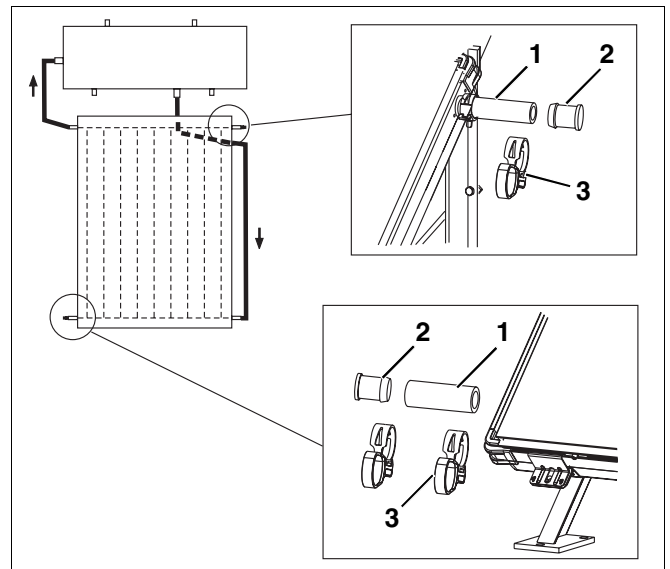

Fig. 21 Ligar o bujão cego
- B Encaixar o bujão cego (fig. 21, **item 2**), com o rebordo à frente, na mangueira solar (fig. 21, **item 1**).
- B Empurrar a braçadeira de mola (fig. 21, **item 3**) até ao rebordo do bujão cego. Estando a braçadeira de mola correctamente assente, poderá puxar o anel de fixação azul.